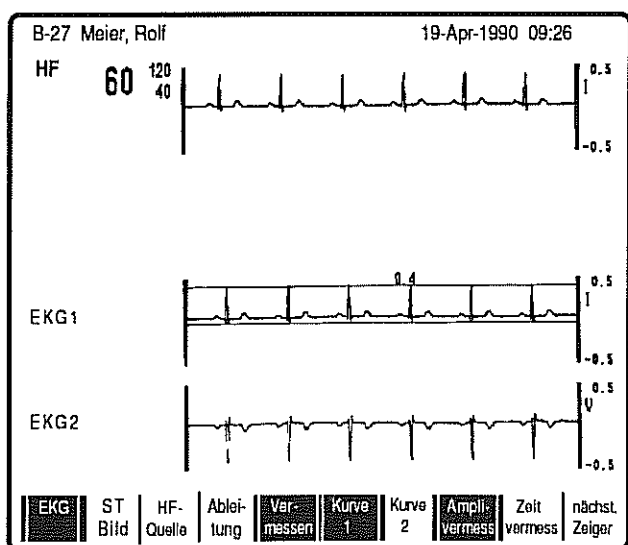

Bild 25
- * Drücken Sie jetzt Taste **F10 nächst. Zeiger** und bewegen Sie nun mit den Pfeiltasten die erste Meßlinie an den zweiten Meßpunkt (Bild 25). Mit Hilfe der Taste **F10** können Sie die Bewegungsfunktion beliebig oft von einer Meßlinie auf die andere umschalten.